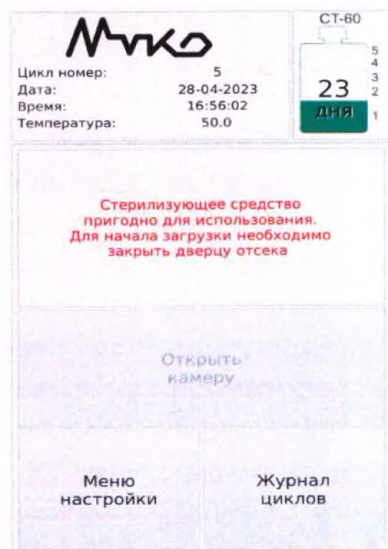

Рисунок 32
15.3.6 После установки флакона со стерилизующим средством на экране появится сообщение **«Стерилизующее средство пригодно для использования. Для начала загрузки необходимо закрыть дверцу отсека»** (Рисунок 32). Это означает, что система распознавания флакона идентифицировала, что флакон пригоден для использования.
Примечание: После закрытия дверцы на экране может остаться сообщение «Стерилизующее средство пригодно для использования. Для начала загрузки необходимо закрыть дверцу отсека» (Рисунок 32). Причина отсутствия перекачки средства из флакона и способ устранения причины представлены в разделе 16 Таблица 22.